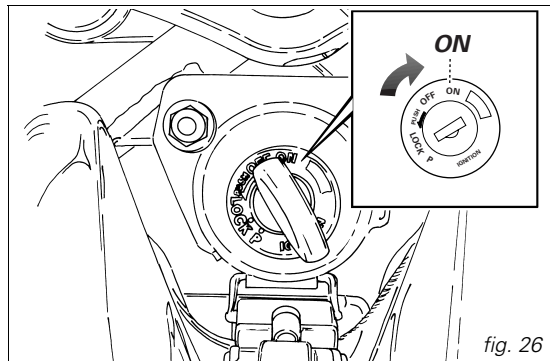

fig. 26
1) Déplacez le commutateur d'allumage en position **ON** (fig. 26). Vérifiez si le témoin vert **N** et le rouge  au tableau de bord sont allumés.